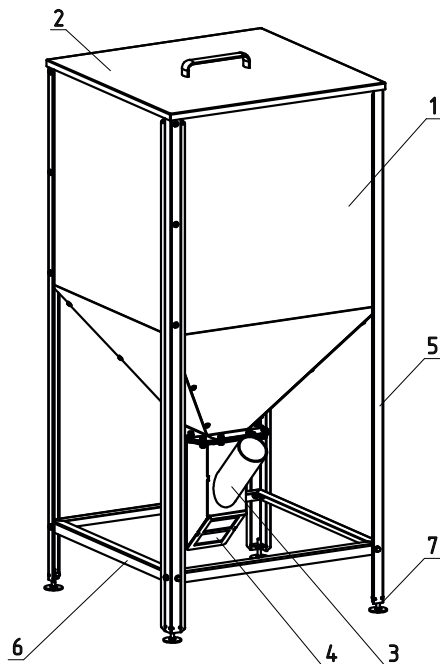

**Рис. 3 Механизм подачи топлива**
5.3. Механизм подачи топлива (Рис.3) состоит из корпуса механизма подачи (поз.1), мотор-редуктора механизма подачи (поз.2), гибкого шнека (поз.3), трубы (поз.4), разъёма подключения электропитания (поз.5), гибкого шланга для присоединения к приставной горелке (поз.6) и цепочки с крючками для подвески механизма к бункеру (поз.7).